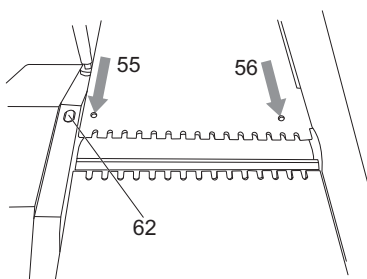

Fig. 24
Existen dos orificios en la mesa de salida de la cepilladora, 1 orificio roscado (55) para montar el puerto de extracción y 1 orificio roscado (56) para fijar el puerto de extracción tal y como se muestra en la Fig. 24.